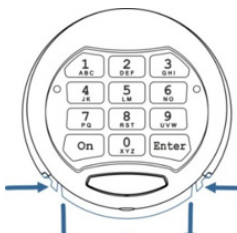

Fig. 5.1
- Il vano pila estraibile (5) è localizzato sul retro del contenitore della tastiera (1).
- Togliere la vite sul lato inferiore del vano pila (vedi Fig.5.1).
- Premere su entrambi i lati e tirare il vano pila verso il basso (vedi Fig.5.1).